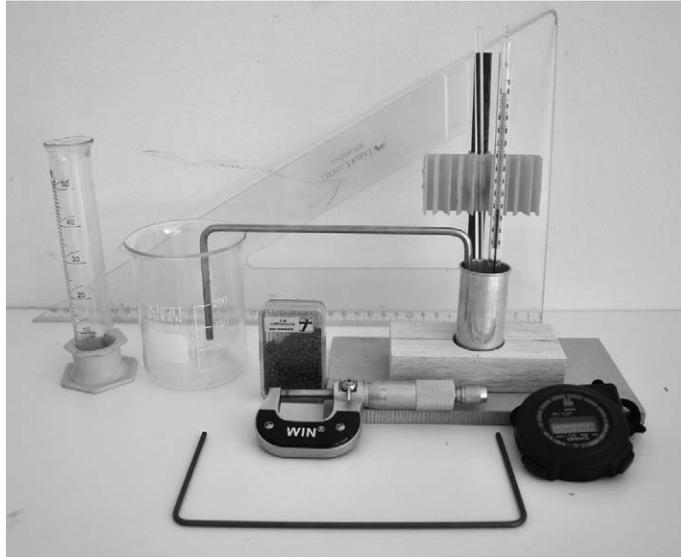

Figura 5.1 *Materiales para medir la conducción térmica en metales*
1. Realice el montaje que se muestra en la figura 5.1 de la guía. Ponga 200 ml de agua en el beaker y añada algunas piedrecitas.